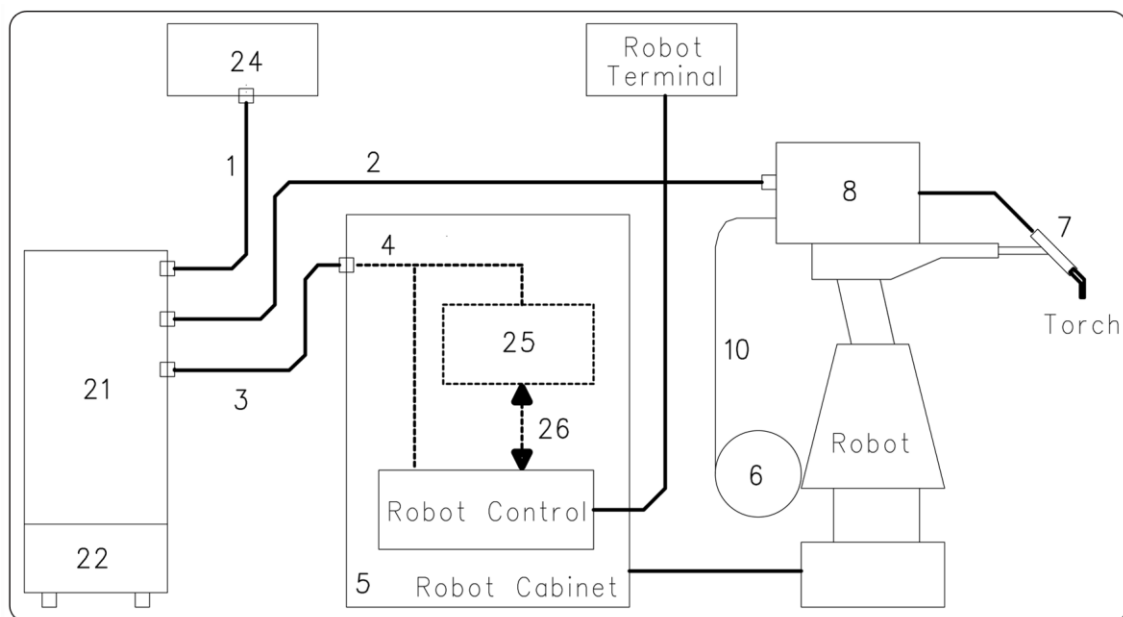

fig. 2
È composto da un Generatore, equipaggiato eventualmente di Gruppo di Raffreddamento, da un Carrello Trainafilo, da un Pannello di Controllo e, se necessario, da una Interfaccia Robot (vedi fig. 2).
NOTA: Se il Controllo Robot (Robot Control in fig. 2) dispone di linea di comunicazione di tipo CANopen, l'interfaccia (25) ed il cavo (26) non sono necessari.
3.1 Messa in opera (fig. 2).